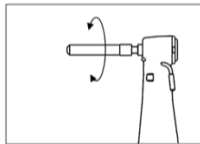

Figura 5
- 2) Gire suavemente la aguja / taladro dental para activar el dispositivo de bloqueo. (Figura 5)